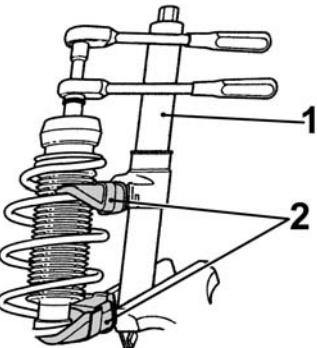

Fig. 4
- **Fig. 4** Federbein in geeignete Haltevorrichtung klemmen und Federspanner ansetzen. Feder vorsichtig spannen bis oberer Federteller frei beweglich ist.
- **Fig. 4** Clamp strut in suitable holding device and apply spring tensioner. Carefully pre-tension the spring until the upper spring cap can be moved freely.
- **Fig. 4** Serrer la jambe élastique dans un dispositif de maintien approprié et insérer le tendeur de ressort. Tendre prudemment le ressort jusqu'à ce que la coupelle de ressort supérieure se mouve librement.
- **Fig. 4** Fijar el amortiguador con ayuda de un dispositivo apropiado y colocar el tensor de resorte. Tensar cuidadosamente el resorte hasta que el plato de resorte pueda moverse libremente.